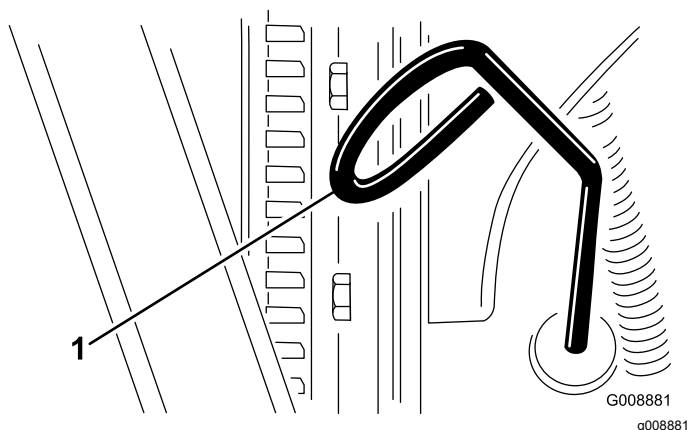

Figura 24
3. Togliete l'asta di livello, asciugatela e reinseritela (Figura 24).